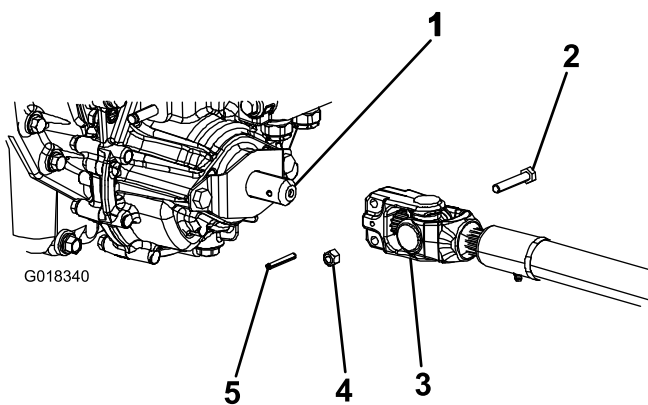

Figure 4
3. Placez l'arbre d'entraînement de PDF sous l'avant de la machine. Veillez à placer la chape de l'arbre couissant de l'arbre d'entraînement (Figure 4) vers l'arbre de PDF de transmission.